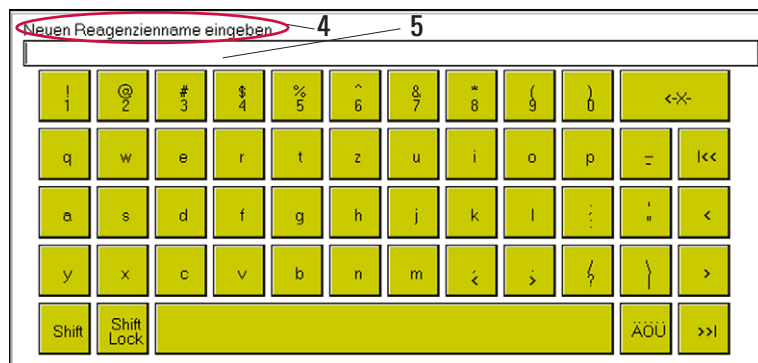

Abb. 29
Das Design der alphanumerischen Tastatur (Abb. 29) ist an das einer Computertastatur angelehnt. Über der Tastatur befindet sich das Eingabefeld (5) mit einer Erläuterung, was eingegeben werden soll (4). Davon ist abhängig, wie viele Zeichen eingegeben werden können. Falls es einen Vorgabewert gibt, wird er im Eingabefeld dargestellt. Die Eingabemarke steht am linken Rand.